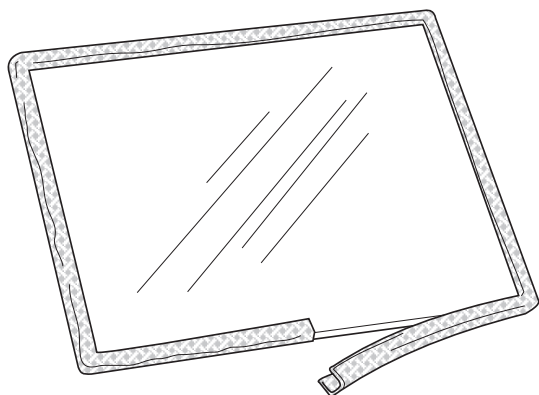

Figure 34. Enveloppez le joint d'étanchéité autour de la vitre.
4. Le panneau de vitre est tenu en place par 4 clips de compression. Utilisez un tournevis ou de petites pinces pour les soulever et les retirer hors des rebords du cadre de la vitre. Voir fig. 34.
1. Enveloppez uniformément les bords de la vitre avec le nouveau joint d'étanchéité, en pelant la bande protectrice pour exposer la face adhésive au fur et à mesure. Voir fig. 34. Appuyez la face adhésive sur la surface de la vitre. N'étirez pas le joint d'étanchéité.